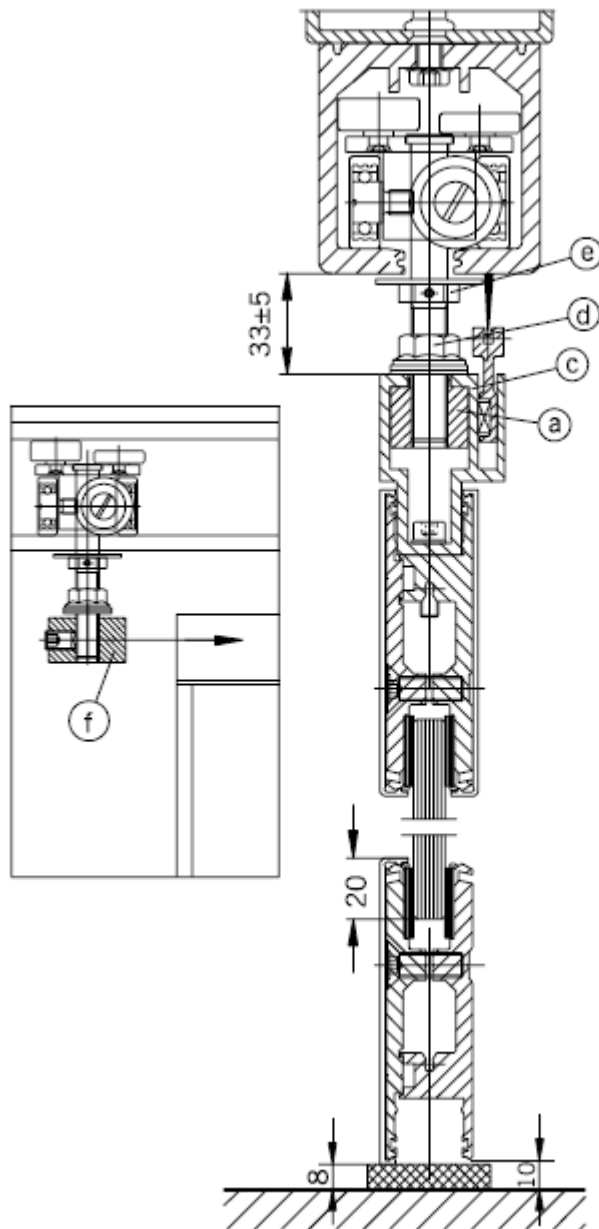

Fig. 10
10. Размещение панелей (Рис. 10)